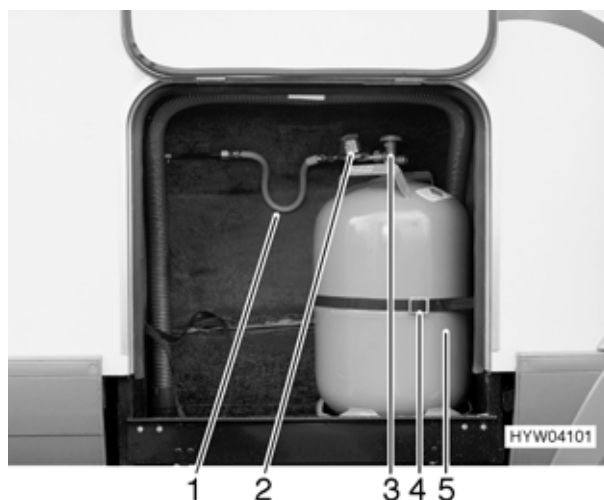

Fig. 102 Vano portabombole
- Chiudere la valvola principale (Fig. 102,3) della bombola del gas (Fig. 102,5). Osservare la direzione della freccia.
- Svitare a mano il regolatore di pressione (Fig. 102,2) del gas, con tubo (Fig. 102,1), dalla bombola del gas (filettatura sinistrorsa).
- Allentare la cinghia di fermo (Fig. 102,4) ed estrarre la bombola del gas.